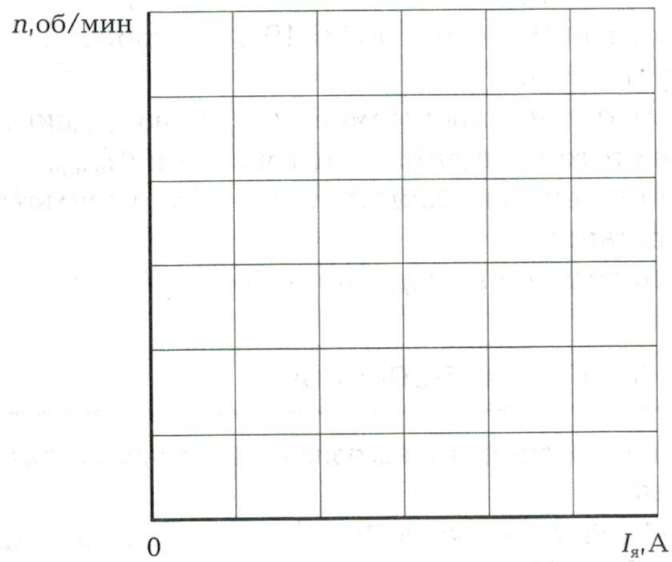

Рис. 9.2 Частотная характеристика двигателя
1. На основании данных табл. 9.2 вычислить ток якоря $I_я$ и результаты занести в табл. 9.2. построить на рис. 9.2 частотную характеристику $n = f(I_я)$.